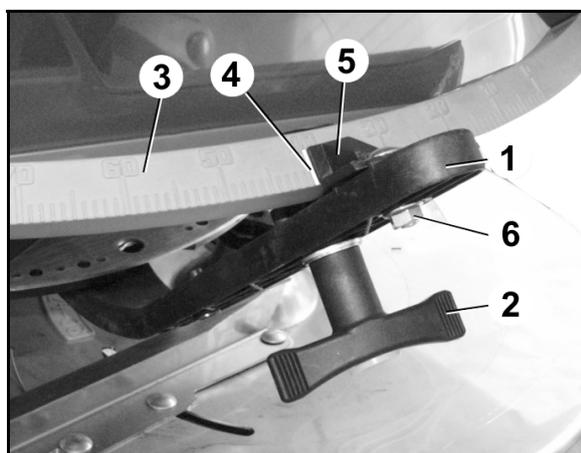

Fig. 80
2. Aprire le paratoie di dosaggio tramite la leva di regolazione (Fig. 80/1).
4. Ruotare la leva di regolazione (Fig. 80/3) fino all'arresto sul perno.
5. Fissare la leva di regolazione con impugnatura rotante (Fig. 80/2).
6. Allentare la vite a testa esagonale (Fig. 80/6). Orientare l'indicatore (Fig. 80/5) sul valore della scala **8** e fissarlo con la vite a testa esagonale. L'angolo di lettura dell'indicatore è (Fig. 80/4).